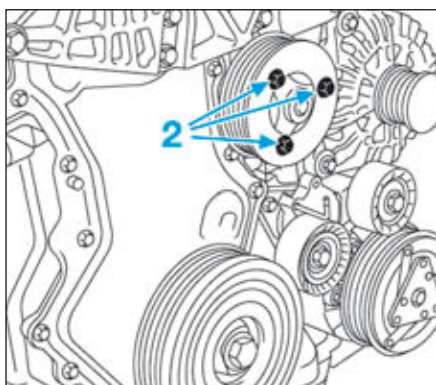

FIG.118
- Déposer les trois vis (2) (Fig.118) de la poulie de pompe à eau.